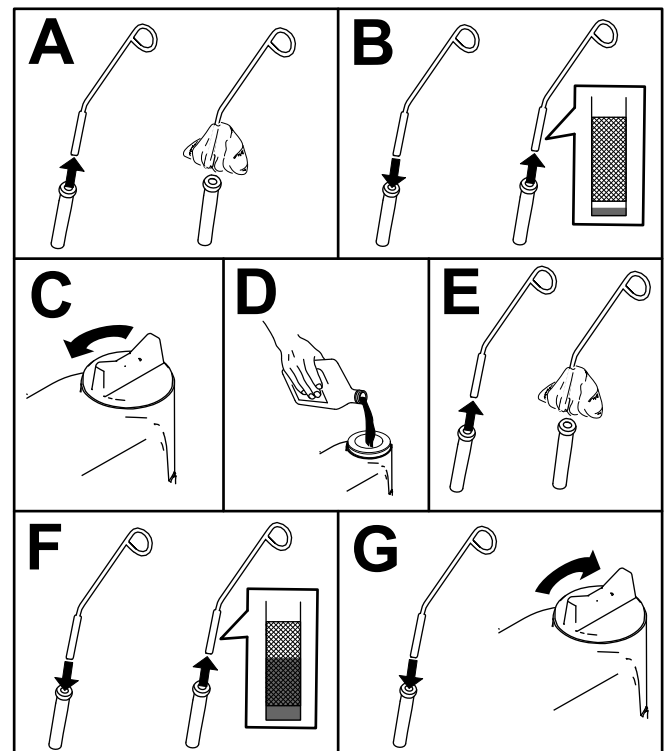

Figura 51
5. Compruebe el nivel de aceite y añada más aceite si es necesario (Figura 51).